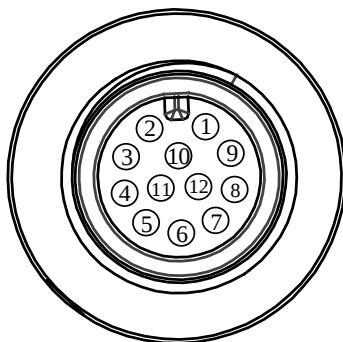

图2-4 12-pin M12 接口
- 非快递专用型号的电源及 I/O 接口为 12-pin M12 接口，实现设备的供电和 I/O 信号。对应的管脚信号定义如图 2-4、表 2-2 所示。